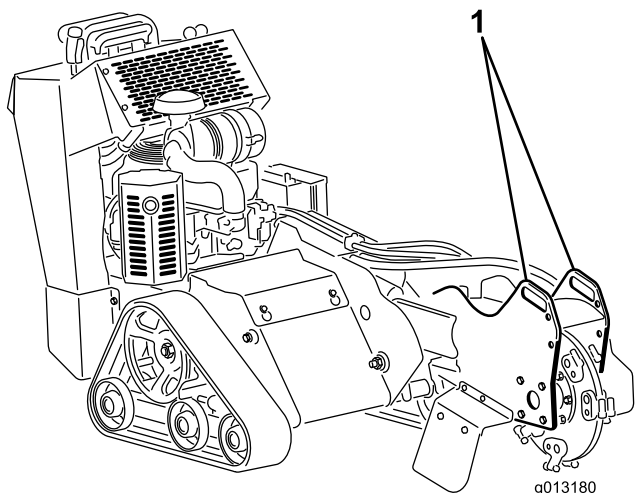
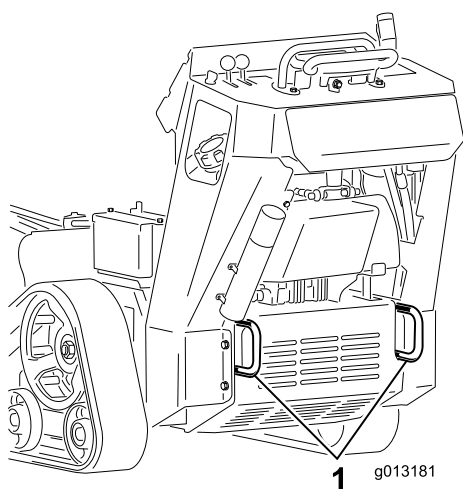

Figura 23
Figura 24
3. Fixe a máquina ao atrelado com correias ou faixas utilizando os pontos de fixação na parte da frente e de trás da máquina (Figura 23 e Figura 24).
Pode levantar a máquina utilizando os pontos de fixação como pontos de elevação (Figura 23 e Figura 24).